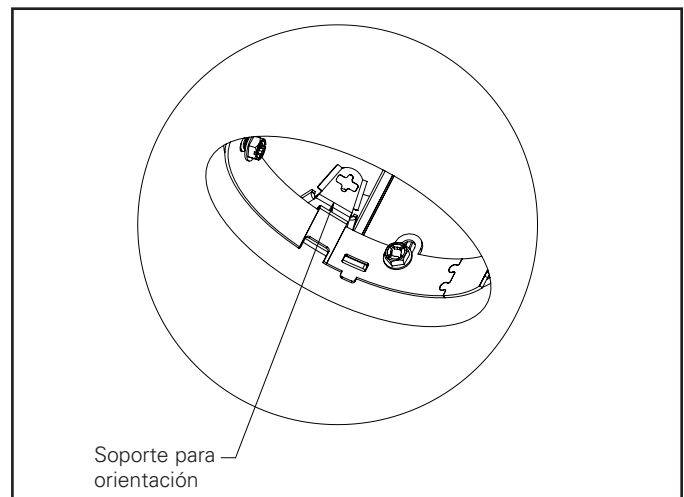

Figura 16B
2. Gire el mecanismo hasta la posición deseada mediante el uso del soporte para orientación y el destornillador (Figura 16B). Apriete el tornillo de mariposa.